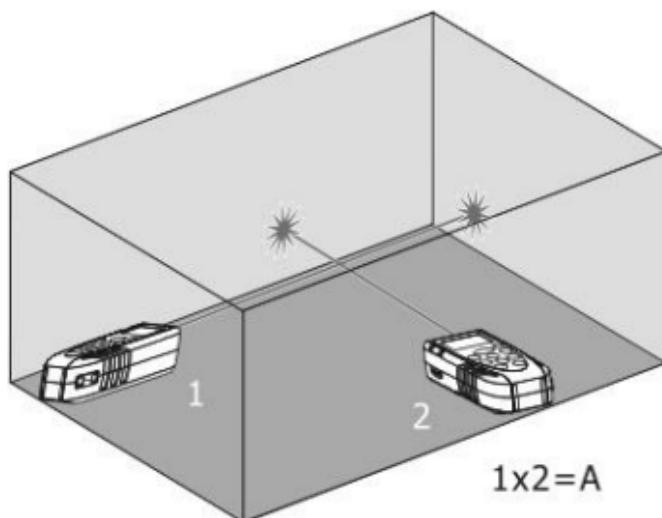

Fig. 5: Exemplo de medição da Área
3. Premir o botão para efetuar a primeira medição (comprimento) da superfície em análise (ver Fig. 5). O valor correspondente é inserido no primeiro display parcial. O símbolo “” é apresentado no display com o lado “2” intermitente
4. Premir novamente o botão para efetuar a segunda medição (largura) da superfície em análise (ver Fig. 5). O valor correspondente é apresentado noPT - 11 segundo display